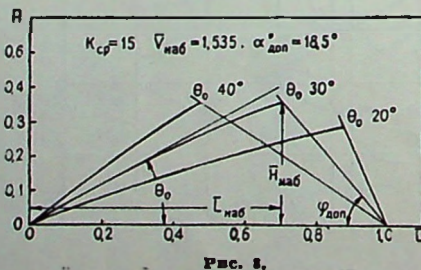

Рис. 8.
На рис. 8 показаны траектории набора высоты, рассчитанные по (40), конец подъема определен по величине $\varphi_{\text{доп}}$; полученные значения $\bar{H}_{\text{наб}}$ и $\bar{L}_{\text{наб}}$ согласуются с (41) и (42).
Из рис. 8 видно, что при постоянной скорости набора увеличение начального угла подъема θ_0 не всегда приводит к увеличению высоты набора. Это объясняется тем, что с ростом θ_0 уменьшается допустимый угол троса лебедки $\varphi_{\text{доп}}$, поэтому чем круче траектория